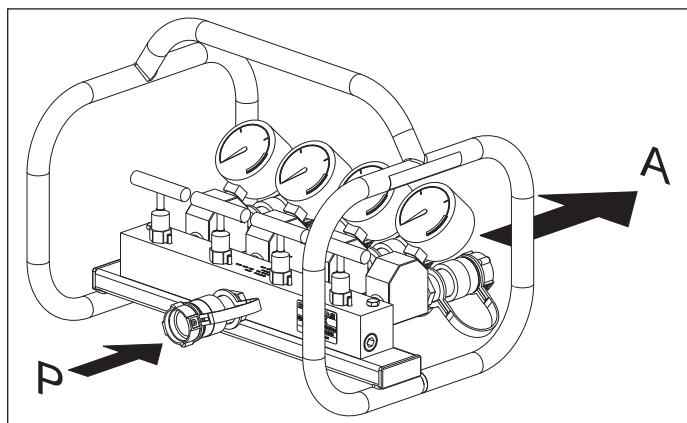

Abbildung 2, Anschlussschema für den Verteiler AMGC41
1. Schließen Sie die Druckleitung der Hydraulikpumpe an Eingang P an. Siehe Abbildung 2.